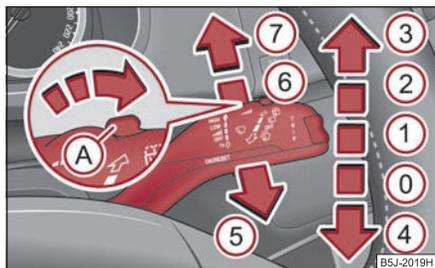

Fig. 56 Palanca de limpiaparabrisas
La palanca de limpiaparabrisas ⇒ fig. 56 tiene las siguientes posiciones:
- Empuje la palanca, apartándola del volante, a la posición **6** ⇒ fig. 56, la escobilla barrerá cada 6 segundos.
Los faros se limpiarán cada quinto barrido del limpiaparabrisas y si está conectada la luz de cruce o de carretera y se ha mantenido la palanca del limpiaparabrisas durante aprox. 1 segundo en la posición ⑤ ⇒ página 62, fig. 56.